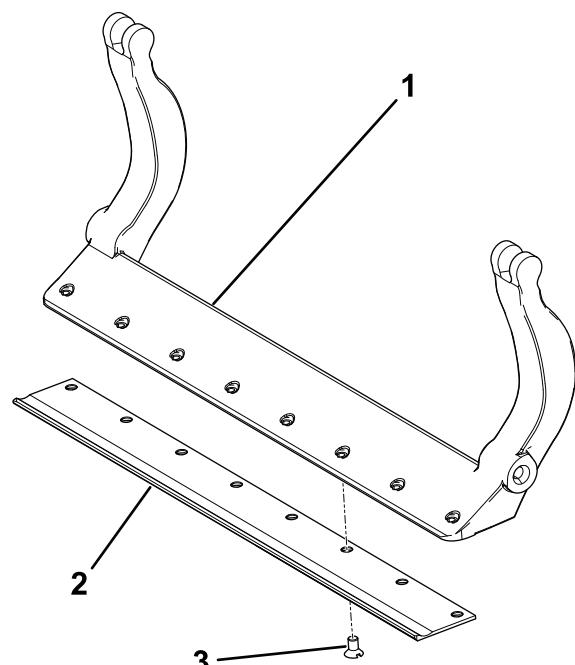

Bild 33
3. Tragen Sie Gewindesicherungslack auf die Schrauben auf und befestigen Sie das Untermesser wie folgt (Bild 33):